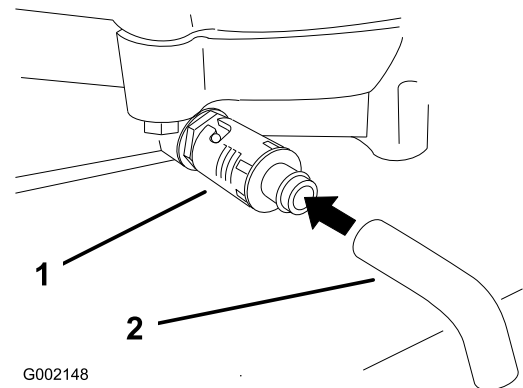

Figure 17
4. Placez un bac sous la vidange. Tournez le robinet de vidange pour permettre à l'huile de s'écouler (Figure 17).